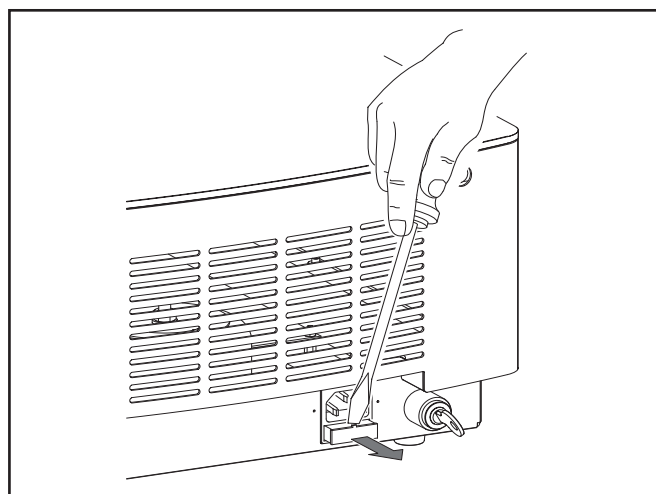

Figure 22
- les fusibles se trouvent dans un petit bloc en plastique qui doit être retiré en insérant un tournevis plat dans la fente centrale puis en tirant vers l'extérieur (*Figure 22*) ;